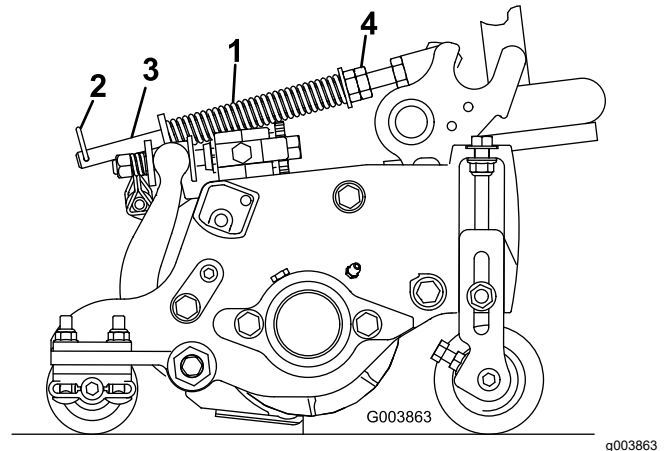

Figura 51
El muelle de compensación del césped (Figura 51) transfiere el peso desde el rodillo delantero al trasero. Esto ayuda a reducir el patrón de ondulación en el césped.
1. Asegúrese de que la chaveta está instalada en el orificio trasero de la varilla (Figura 51).
2. Apriete las tuercas hexagonales del extremo delantero de la varilla del muelle hasta que la longitud comprimida del muelle sea de 15.9 cm (6.25"); consulte Figura 51.